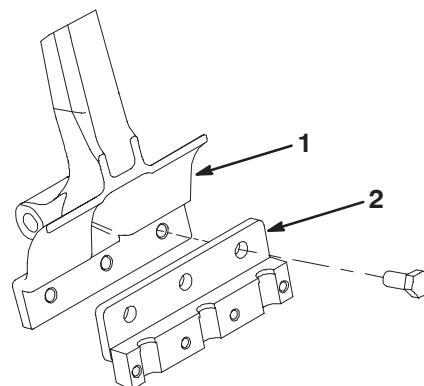

Figure 23
2. Montez un porte-louchet sur chaque bras d'aération (3) avec des vis 1/2 x 1-1/4 pouce (Fig. 23). Serrez les vis à 101 Nm (les vis sont fournies avec les kits porte-louchets).